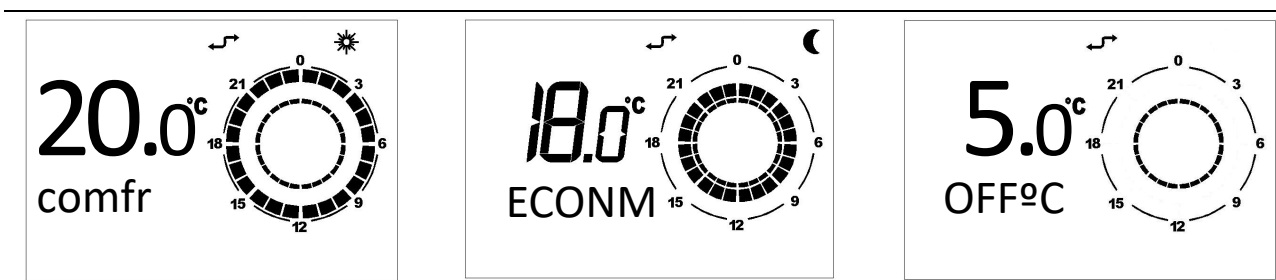

Рисунок 3 – Температуры "комфорт", пониженная и для защиты от замерзания
3. На дисплее внизу слева появится надпись **COMFR** для программирования температуры "комфорт", надпись **ECONM** для программирования пониженной температуры и надпись **OFF°C** для программирования температуры для защиты от замерзания (смотри Рисунок 3).